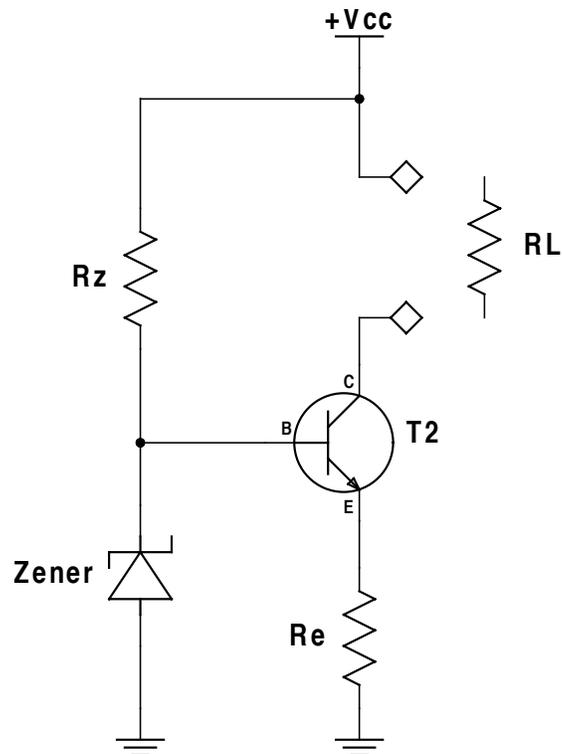

Figura 2.1: Configuración de fuente de corriente con diodo Zener.
4. Arme el circuito mostrado en la Figura 2.1